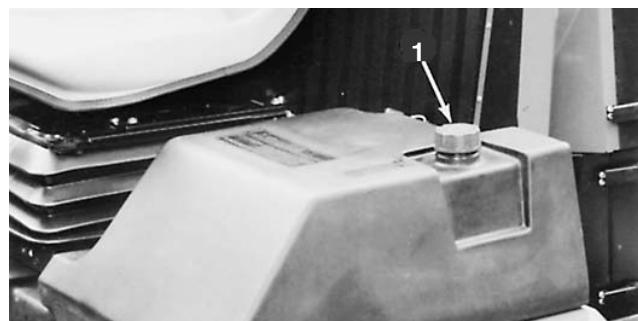

Figure 11
- Retirez le bouchon du réservoir de carburant (Fig. 11).